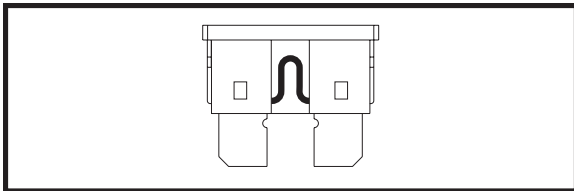

Abb. 21. Betriebsfähige Sicherung
- Sicherung auf Durchbrennen überprüfen. Siehe Abb. 21 und 22.